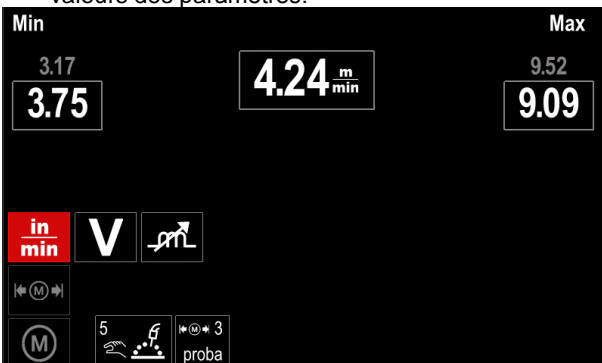

Figure 39.
- La figure 39 montre l'effet de la modification des valeurs des paramètres.